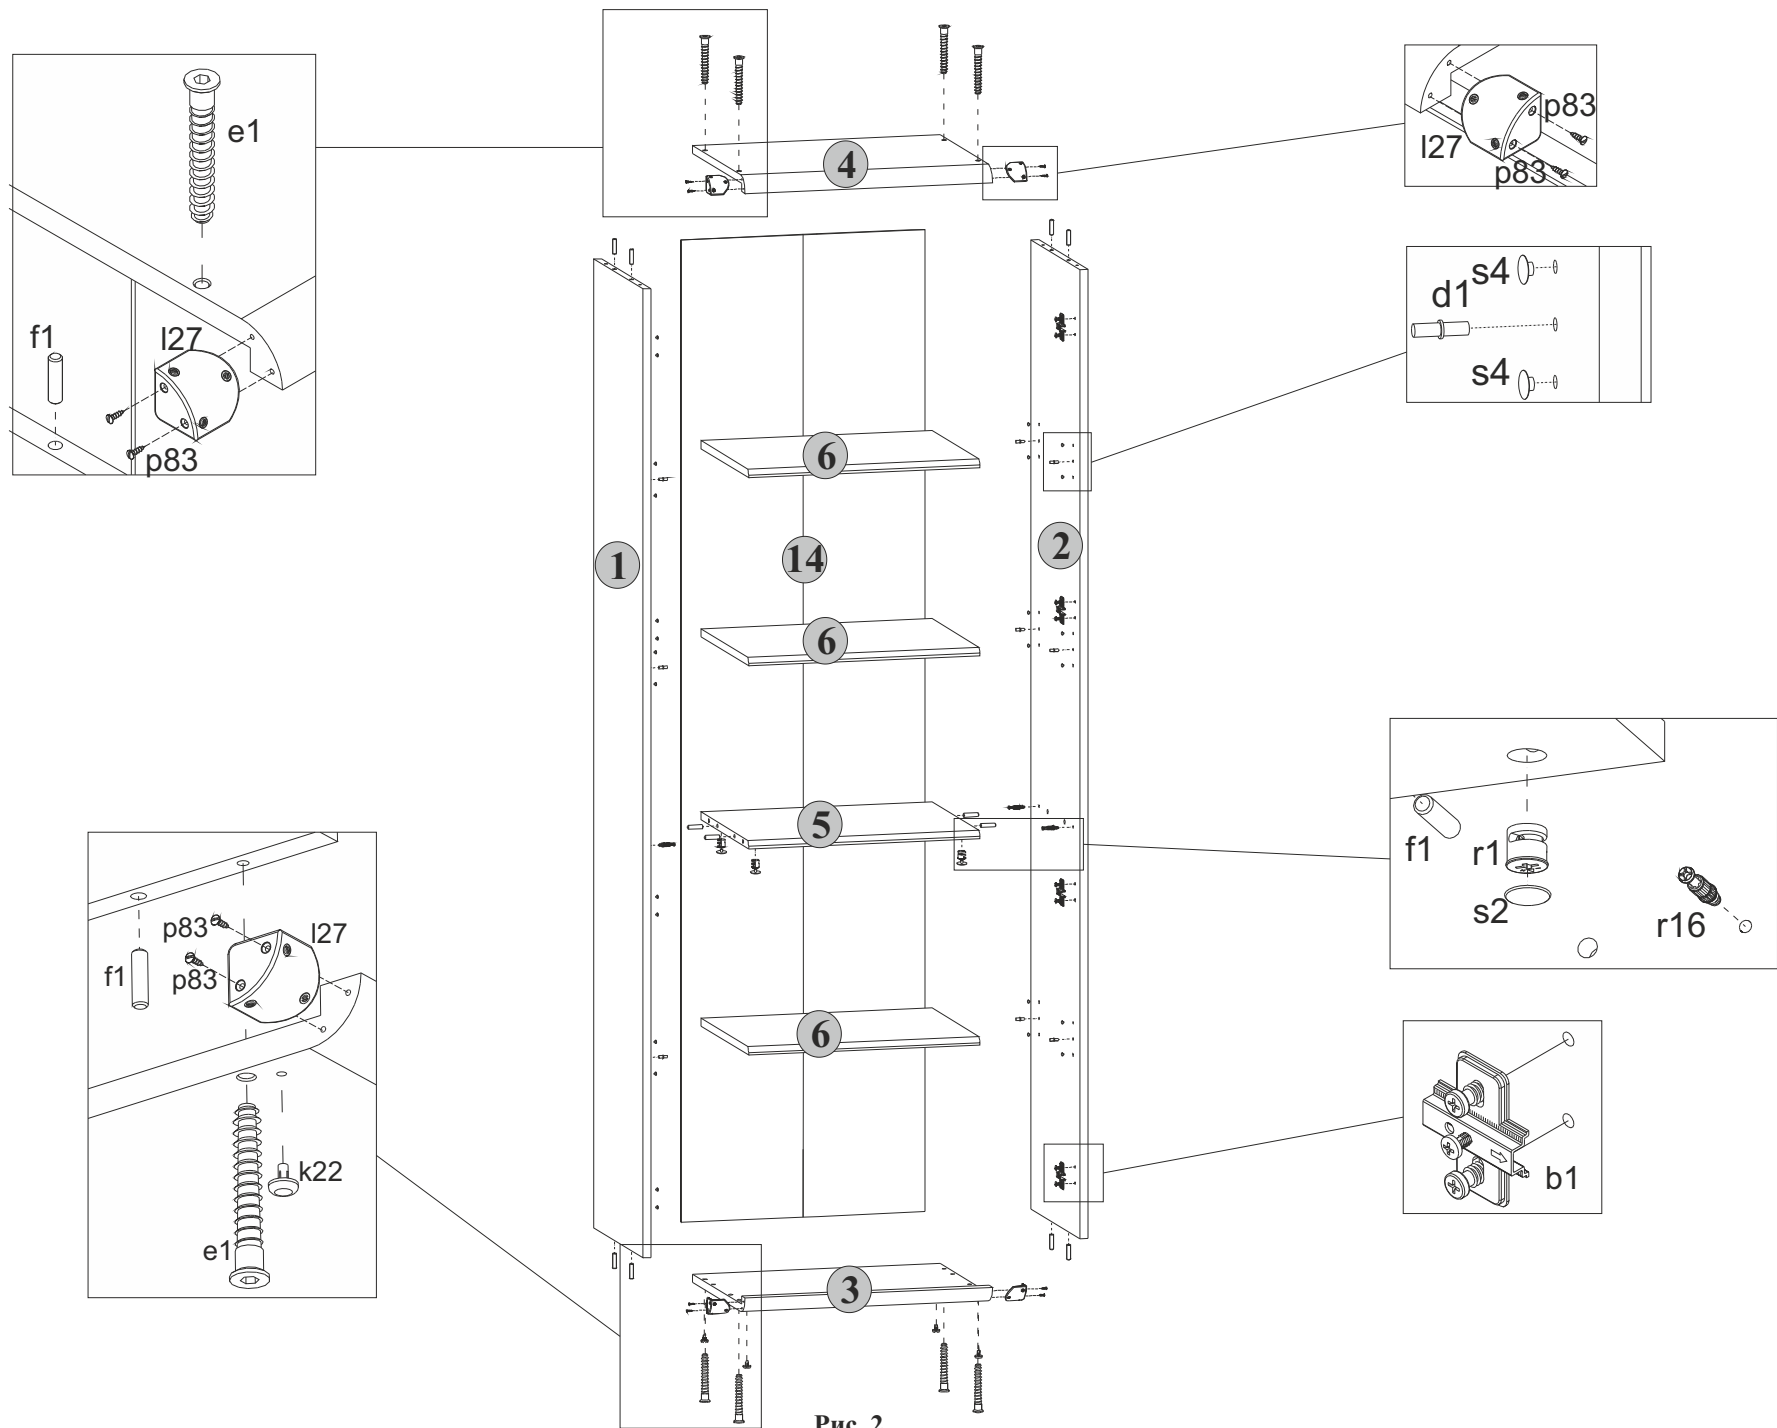

Рис. 2
зависимости от уровня расположения полок вкладных вставить полкодержатели **d1**. Оставшиеся отверстия закрыть заглушками **s4** (см.рис. 2).
5.6 На нижней поверхности полки соединительной **5** в отверстия диаметром **15 мм** вставить стяжки эксцентриковые **r1** (см.рис. 2).
5.7 В отверстия диаметром **4,5 мм** на нижней поверхности щита нижнего **3** вставить опоры полимерные **k22** (подпятники) (см.рис. 2).
5.8 К стенкам боковым **1 и 2** присоединить щиты нижний **3** и верхний **4** и стянуть еврошурупами **e1**, пользуясь специальным ключом **z1** из комплекта фурнитуры (см.рис. 2).
5.2 В отверстия диаметром 8 мм на верхних и нижних краях стенок боковых 1 и 2, а также на боковых краях полки соединительной 5 вбить деревянные шканты f1 (см.рис. 2).
5.4 В отверстия диаметром 5 мм в центральной части на внутренних поверхностях стенок боковых 1 и 2 вкрутить винты стяжки r16 для установки полки соединительной 5, пользуясь крестообразной отверткой (см.рис. 2).